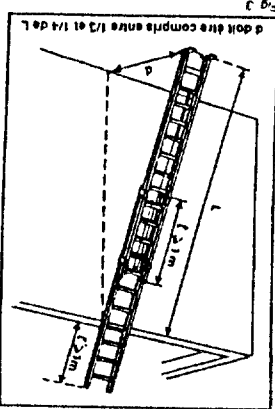

Fig. 3
• Incliner l'échelle comme indiqué (fig. 3).